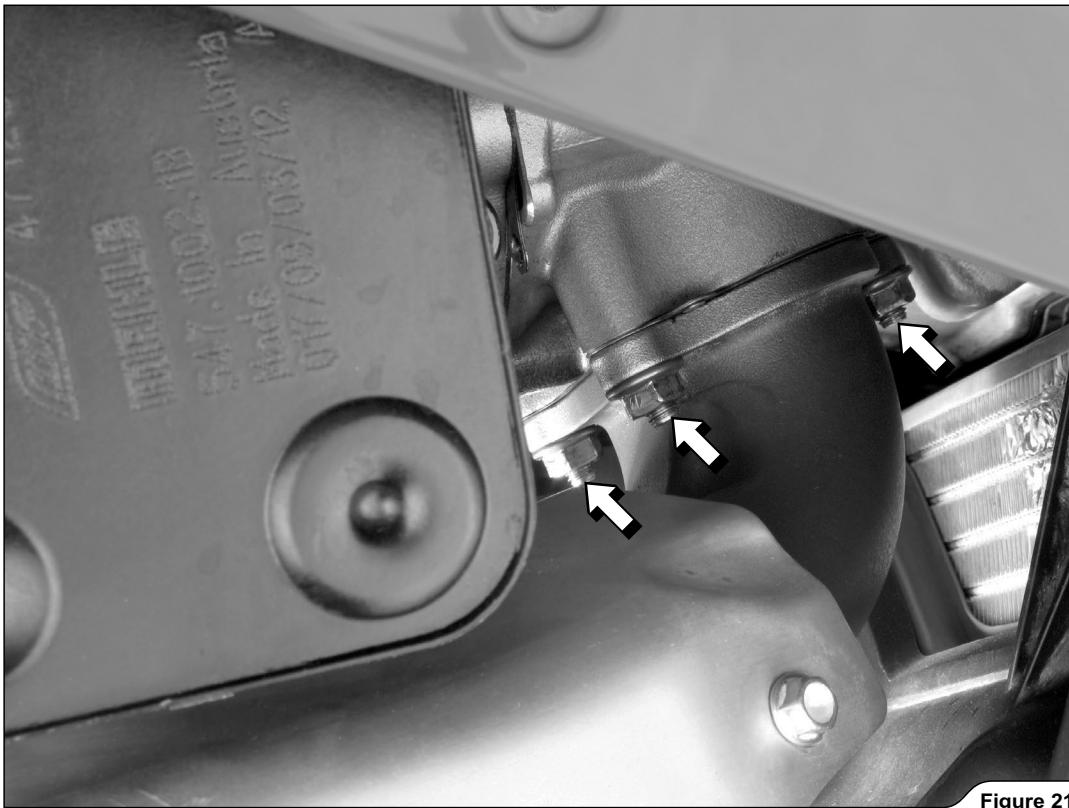

Figure 21
11. Desserrer les écrous indiqués et déposer avec soin le tuyau du collecteur avant du motocycle (Figure 21).
11. Die angegebenen Muttern lösen, dann das vordere Krümmerrohr vorsichtig vom Motorrad entfernen (Figure 21).